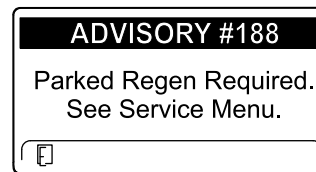

Figura 45
- Richiesta di rigenerazione parcheggiata ADVISORY #188 (Figura 45)